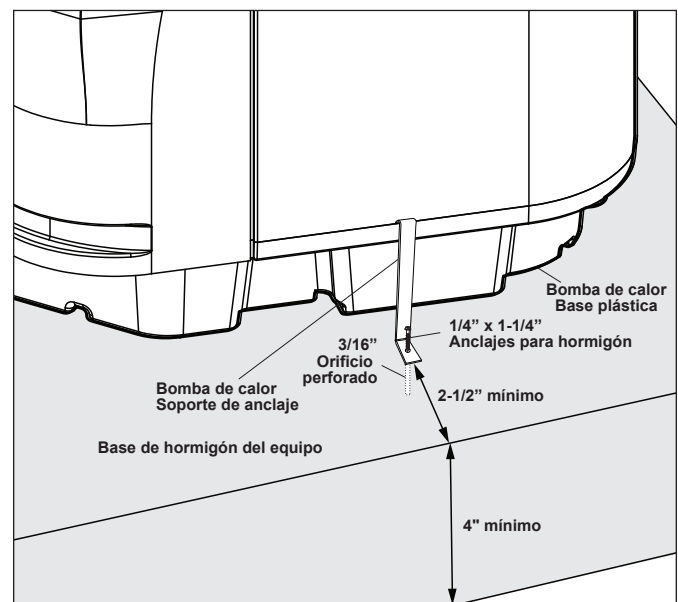

Figura 3. Instalación de las abrazaderas de anclaje
3. Ubique el gancho de cada abrazadera sobre el reborde en el panel de la base de la bomba de calor. El gancho debe caer entre el reborde del panel de la base y el protector de la serpentina evaporadora (consulte la Figura 3).
7. Posicione las abrazaderas de anclaje de modo que los orificios de las abrazaderas estén sobre los anclajes de perno. Asegúrese de que los ganchos de las abrazaderas estén sobre el reborde de la base de la bomba de calor (consulte la Figura 3).